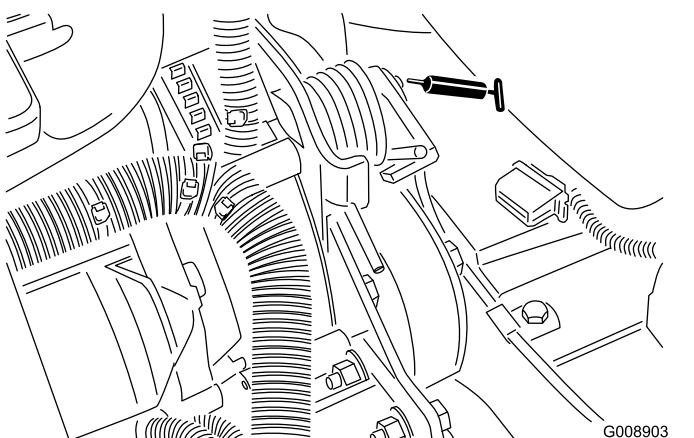

Figura 43
- Perno del tendicinghia (Figura 43)